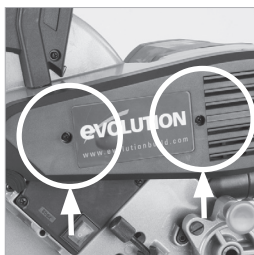

Fig. 46
- Para acceder a la carcasa de la transmisión retire la cubierta de plástico desatornillando los dos (2) tornillos de ranura en cruz que la mantienen sujeta. **(Fig. 46)**